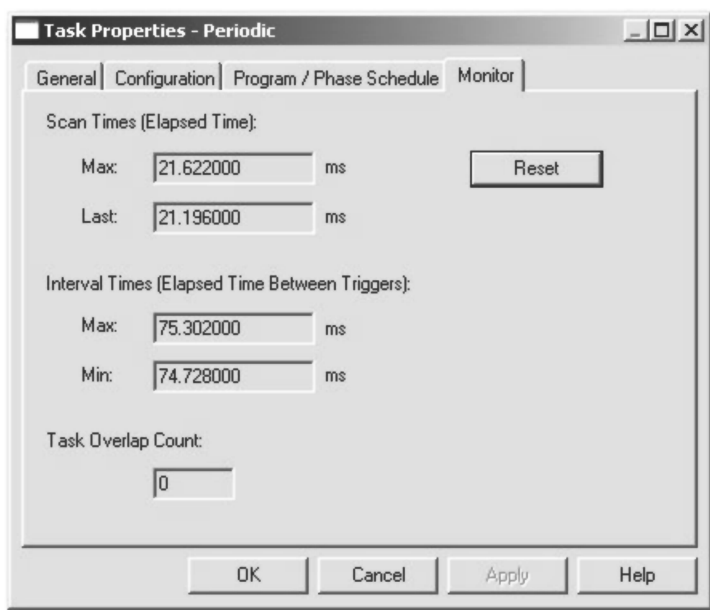

图 11-8 打开的任务属性窗口
12. 通过查看“任务属性”（Task Properties）窗口，将看到任务的扫描时间现在约为 21ms。这是因为在 5 个周期性任务之间进行了任务切换，如图 11-8 所示。